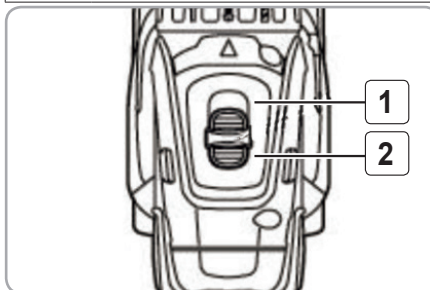

Fig.11
**Schimbarea vitezei (fig.11):**